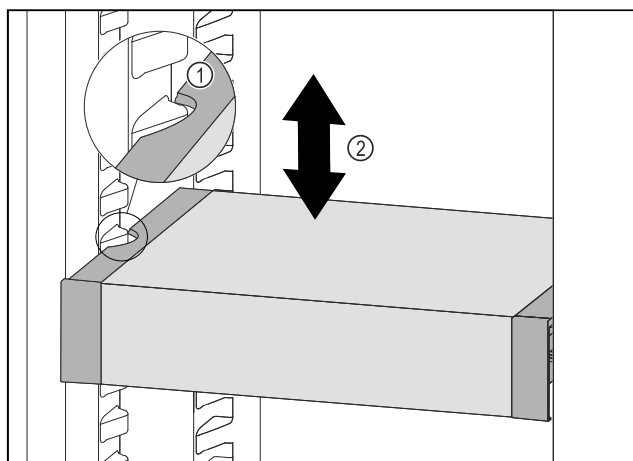

Fig. 211
- Tirare VarioSafe in avanti fino a quando le cavità laterali di VarioSafe non si trovano al livello della nervatura del contenitore nel vano frigorifero. Fig. 211 (1)
- Spostare VarioSafe verso l'alto o verso il basso nel vano frigorifero fino a raggiungere l'altezza desiderata. Fig. 211 (2)